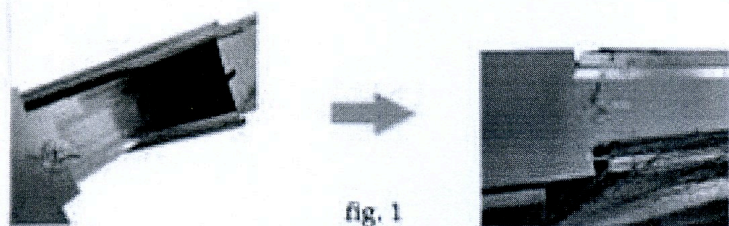
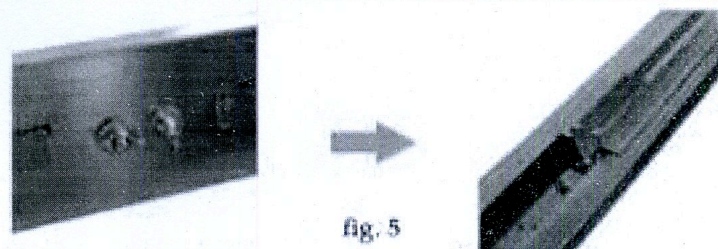

fig. 1
fig. 5
1. Allentare la vite della traversa superiore ed inserire la stessa (con la guida rivolta verso il basso) appoggiandola sul supporto situato all'interno del controtelaio, assicurandosi che arrivi a toccare i montanti a zeta dello stesso. (come in fig. 1)
1. Prendere la traversa superiore e dopo aver allentato le viti inserire i due binari, fatto questo inserire la stessa (con la guida rivolta verso il basso) appoggiandola sul supporto situato all'interno del controtelaio, assicurandosi che arrivi a toccare i montanti a zeta dello stesso (come in fig. 1). La procedura va ripetuta per entrambi i lati del controtelaio. (come in fig. 5)